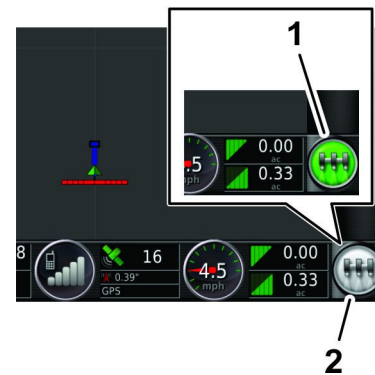

Figura 164
8. Na consola de controlo do GeoLink, pressione o ícone INTERRUPTOR PRINCIPAL (Figura 164) para LIGAR (Verde).